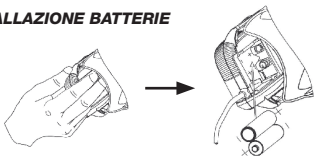

Figura 4 Installazione batteria
1. Sollevare il coperchio del vano batterie. Con l'indice e il dito medio, premere il coperchio della batteria facendolo al contempo scorrere lateralmente verso la sonda SpO2 (come da Figura 4).
2. Come da Figura 4, inserire due batterie di tipo AAA nel vano, orientandone correttamente i poli.